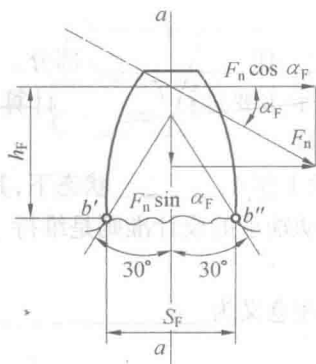

图 2
4. 如图 2 所示直齿圆柱齿轮齿根弯曲应力计算力学模型, 试推导齿根弯曲疲劳强度校核计算公式, 并说明公式中主要系数的物理意义。